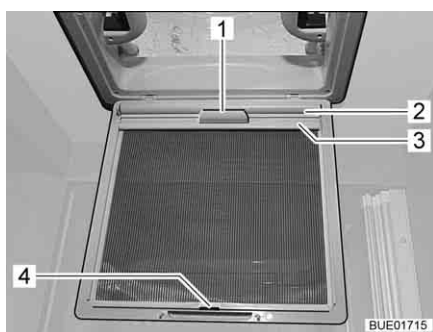

Fig. 53 Oscurante a rullo (oblò)
- Tirare l'oscurante a rullo (Fig. 53,2) utilizzando la maniglia (Fig. 53,1) e agganciare il listello di supporto (Fig. 53,3) ai ganci (Fig. 53,4) sulla protezione contro gli insetti.
- Staccare il listello di supporto (Fig. 53,3) dai ganci (Fig. 53,4) e ricondurre lentamente l'oscurante a rullo (Fig. 53,2) utilizzando la maniglia (Fig. 53,1).